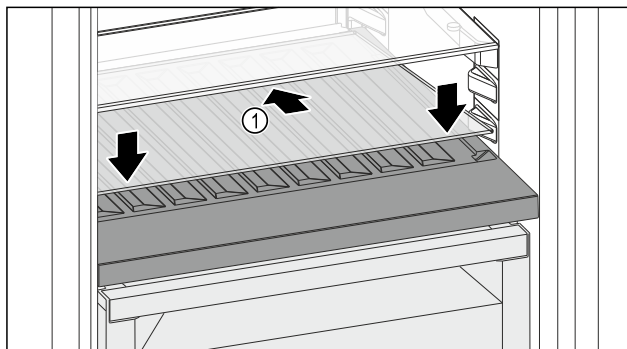

Fig. 216
- ▶ Εφαρμόστε το γυάλινο ράφι Fig. 216 (1) λοξά και με κλίση προς τα πίσω και κάτω.
- ▶ Κατεβάστε το γυάλινο ράφι Fig. 216 (1) μπροστά.